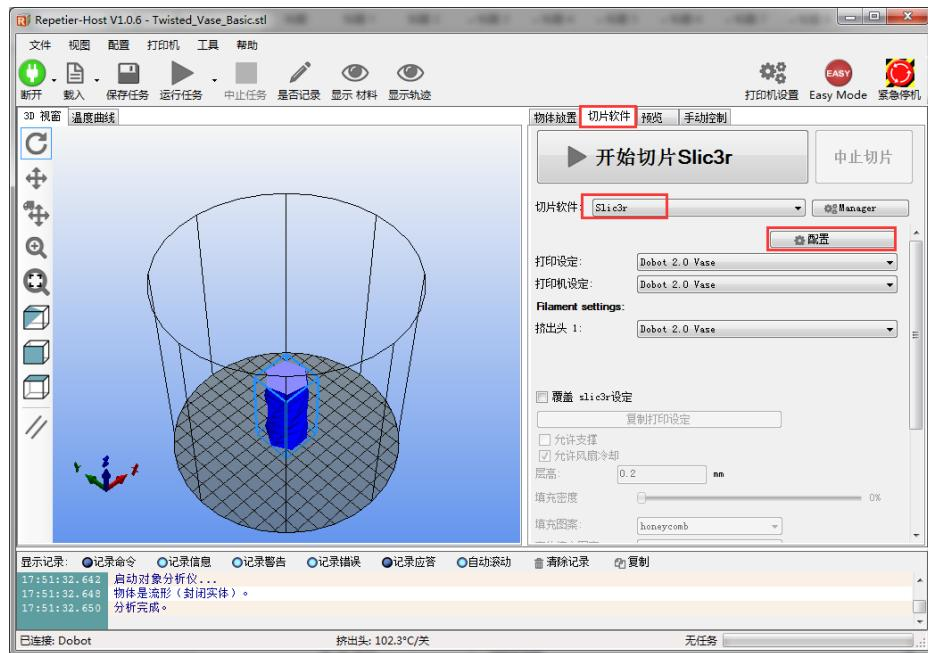

图 5.134 选择切片软件
1. 在Repetier Host页面右侧的“切片软件”页签选择切片软件为“Slic3r”，并单击“配置”，如图 5.134所示。